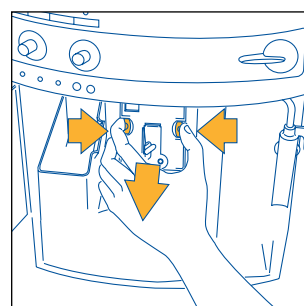

Fig.29
- premere lateralmente e verso il centro i due tasti di sgancio di colore rosso dell'infusore (fig. 29) ed estrarlo tirandolo verso l'esterno;